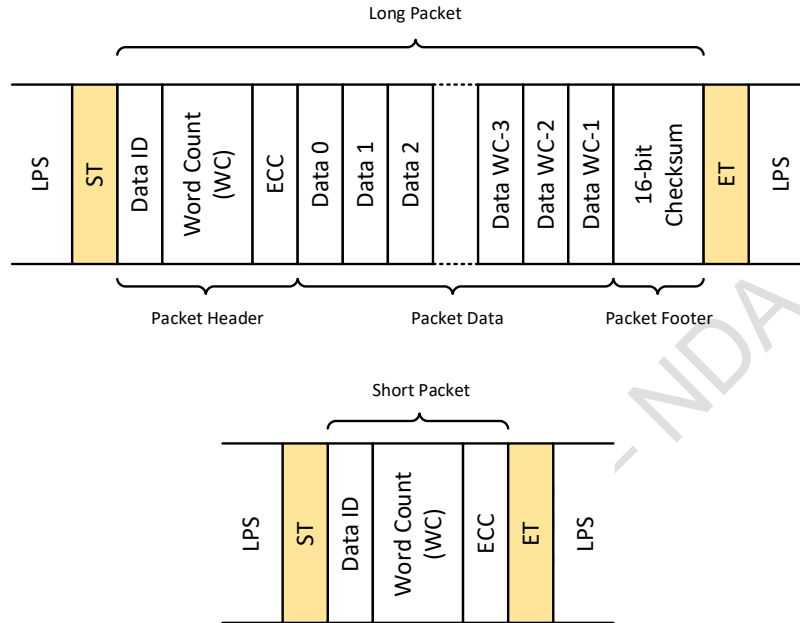
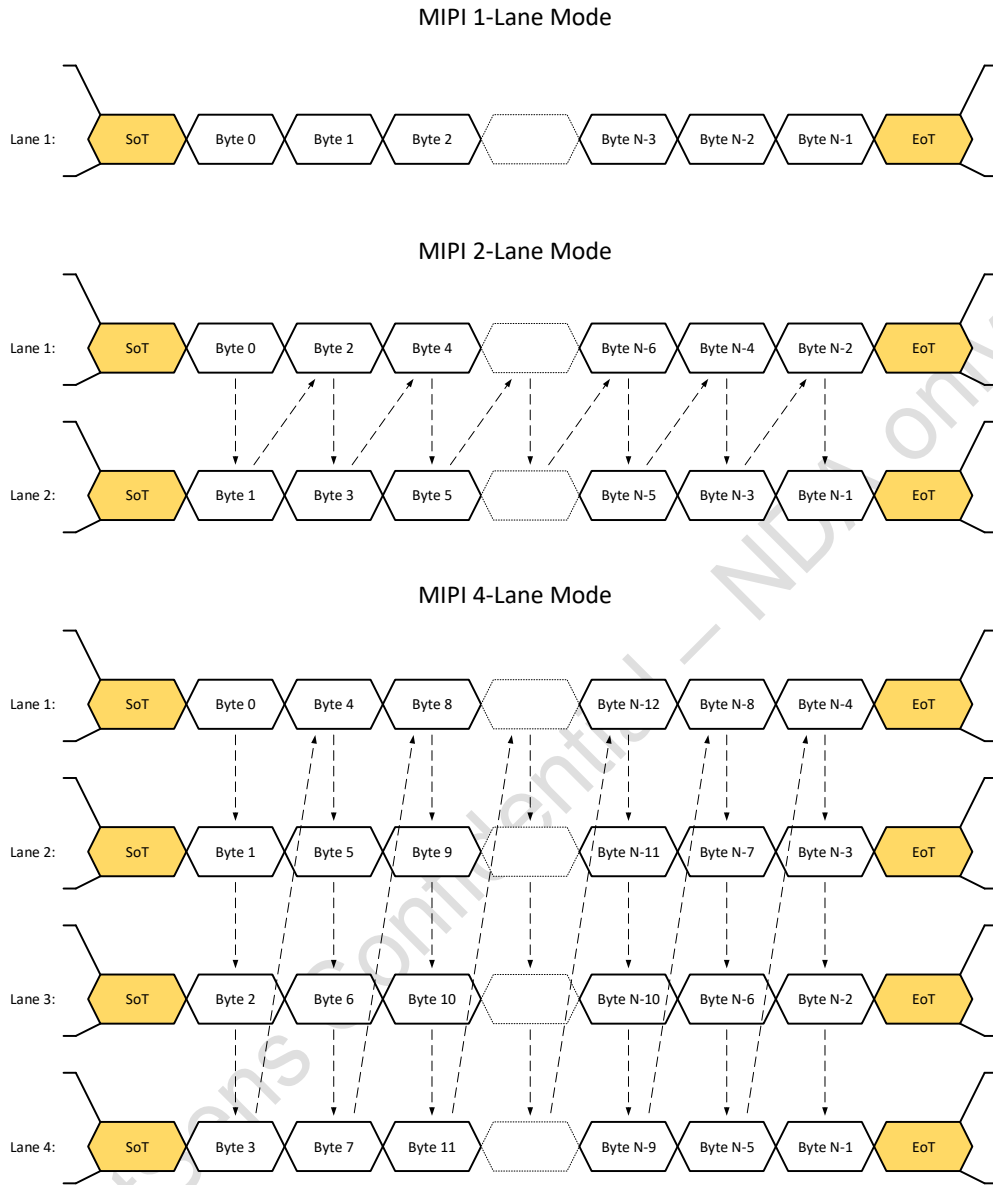
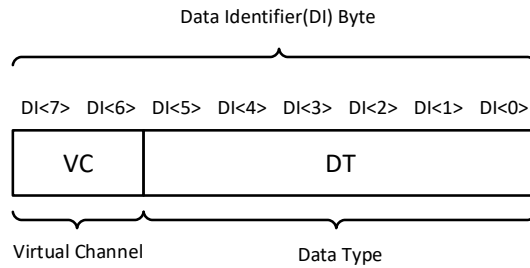

图 1-9 MIPI 长/短数据包结构示意图
图 1-10 MIPI 1/2/4 Lane 模式数据包传输示意图
图 1-11 MIPI 数据包 DI 结构
图 1-9 展示了 MIPI 长、短数据包结构示意图。其中数据标识 DI(Data Identifier)用来区分不同的数据包类型。图 1-10 展示了 MIPI 工作在 1lane、2lane 和 4lane 模式下的数据包传输示意图。图 1-11 中，DI 包括两部分，分别是虚拟通道 (VC) 和数据类型 (DT)。默认情况下，Sensor 给出的 MIPI 数据 VC 值都是 0，而 DT 值如表 1-8 所示。
- 2) 1lane、2lane 及 4lane 模式的数据结构与图 1-10 一样。